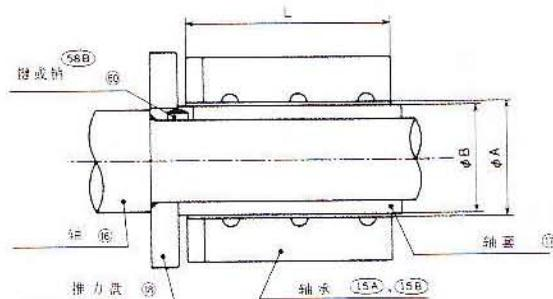

图 14
- b. 内径的磨损量应符合表 2 规定,参数参见图 14。
- c. 为了防止轴套(17)的转动,必须按图 14 装上键(58B)或销子(60)。